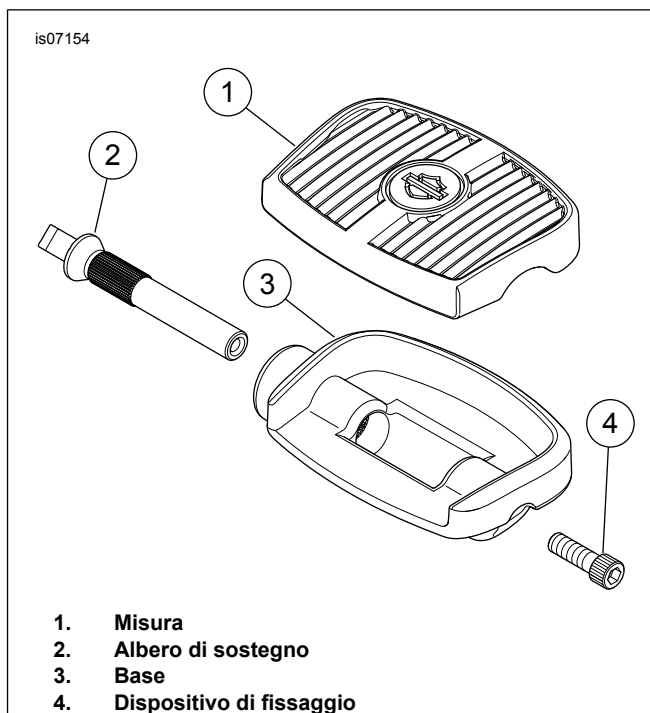

Figura 3. Kit mini-pedana: Tutti tranne 50451-09, 50501148, 50501225
- Per tutti tranne il kit 50451-09, vedere Figura 3. I dispositivi di fissaggio (4) 94334-91T (cromati) e 12600031 (nero) sono parti di ricambio disponibili.
7. Per regolare la pedana per il comfort: tutti tranne il kit 50451-09, vedere Figura 3.
- a. Rimuovere la vite di registro (4).
- b. Rimuovere parzialmente l'assemblaggio (1 e 3) dall'albero di supporto (2).